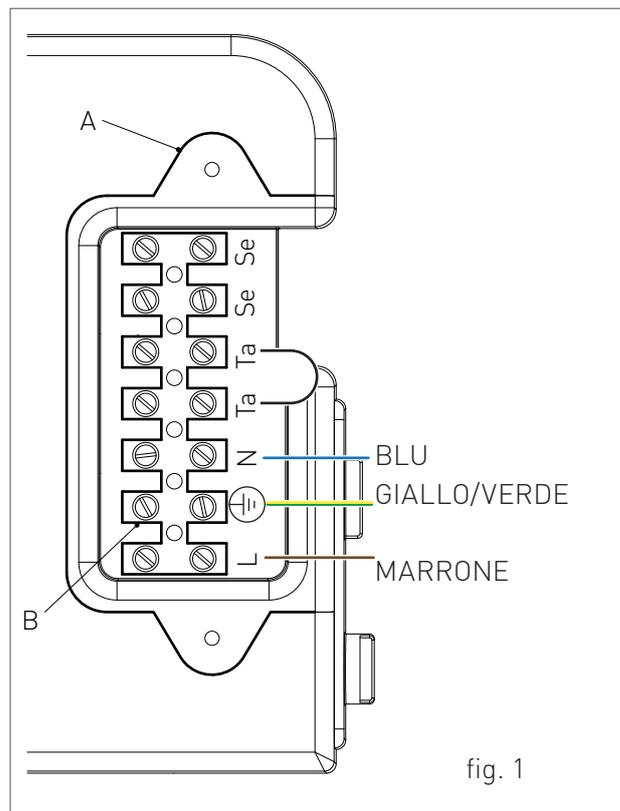

fig. 1
Per collegare l'alimentazione elettrica alla caldaia passare il cavo di alimentazione all'interno di essa attraverso i passacavi 'P1' o 'P2' (vedi fig.1 al capitolo 'COLLEGAMENTI ELETTRICI OPZIONALI'), ed eseguire i collegamenti alla morsettiera, che si trova all'interno del pannello comandi, nel seguente modo:
- > svitare le due viti e rimuovere il piastrino "A" (vedi fig. 1).
- > una volta rimosso il piastrino effettuare i seguenti collegamenti sulla morsettiera "B" (vedi fig. 1):
È necessario passare i cavi all'interno della caldaia attraverso i passacavi 'P1' e 'P2' posti sotto la dima (vedi fig. 1). A tal fine bisognerà eseguire un foro sul passacavo, dal diametro leggermente inferiore rispetto al cavo, in modo che non passi l'aria.